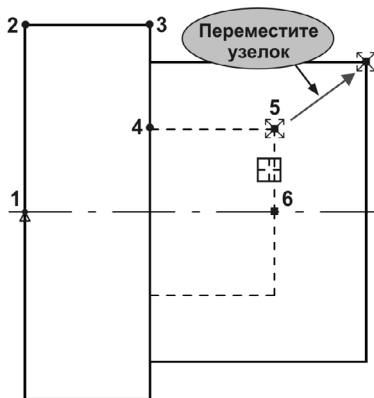

Рис. 59.92.
6. Чтобы проверить работу модели, выделите на верхней половине детали отрезок 5–6 и переместите характерную точку 5 (рис. 59.92).